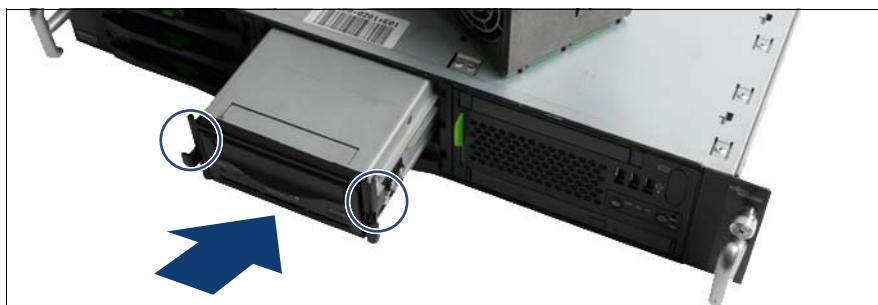

図 45: USB テープドライブの取り付け
- i** 両側のロックレバー（図 45 の円を参照）が固定されていることを確認してください。ロックレバーを外側に押します。